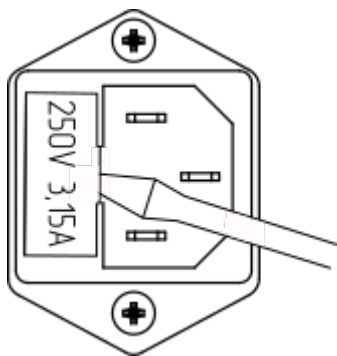

Рис.2 Замена плавкого предохранителя.
**Замена плавкого предохранителя:** Выньте сетевой шнур из разъема. Для извлечения отсека предохранителя подденьте его отверткой (см. рис. 2). Замените предохранитель на аналогичный (5x20 250В, 3,15А)